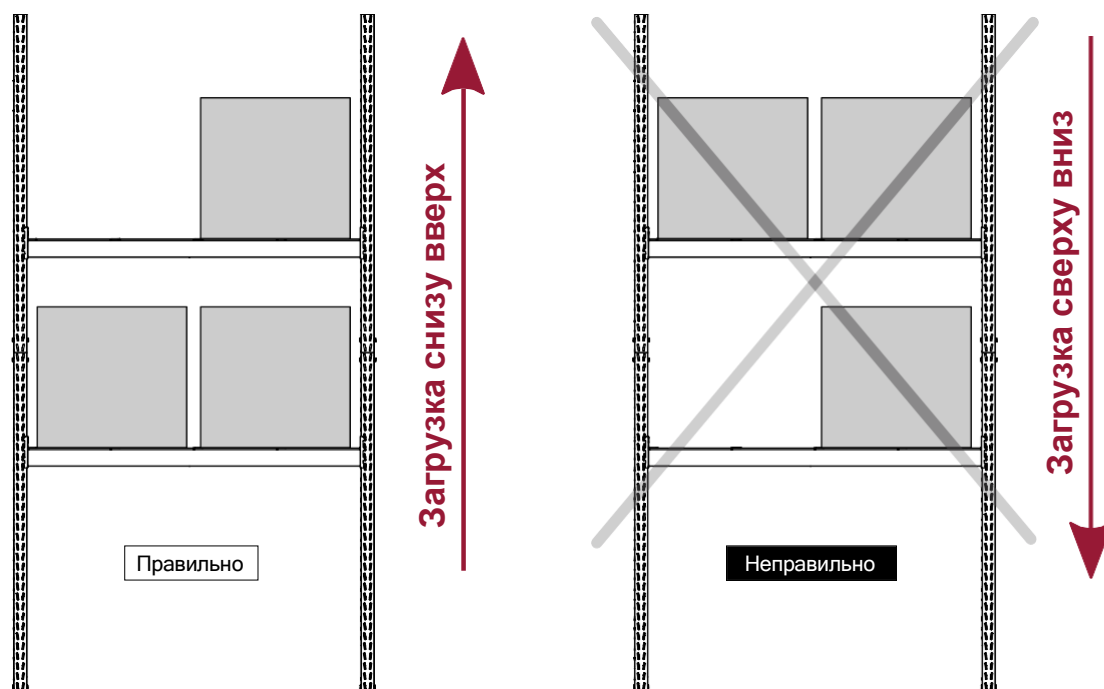

Рисунок 14 — Порядок размещения грузовой единицы в секции стеллажа
- Рекомендуемый порядок загрузки стеллажей – снизу вверх, разгрузки стеллажей – сверху вниз (рис. 14).